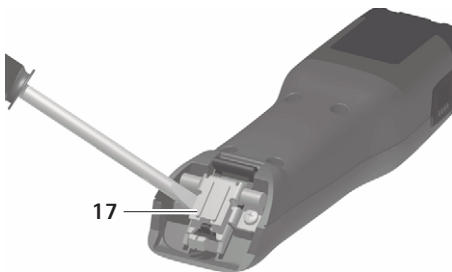

Fig. 1
- Ved lukket knivhengsel: Vipp opp knivhengsel 17 med skrutrekker, gukla Fig. 1.